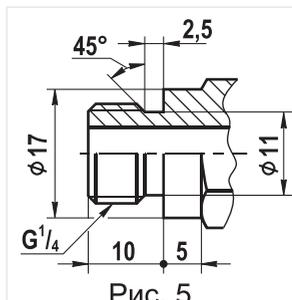

Рис. 5
4.2.10 Для подключения датчиков-реле давления или других устройств или приборов в корпусе клапана предусмотрены отверстия с резьбой G1/4", закрытые заглушками. Рекомендуемая форма конца присоединяемого штуцера, предназначенного для подсоединения датчика-реле давления и вкручиваемого в корпус клапана, приведена на рис. 5. Применяемое для уплотнения соединения - кольцо резиновое 014-017-19 ГОСТ 9833 (dвнутр.=13,6 мм; s=1,9 мм). Для уплотнения резьбы в месте подключения приборов используйте ленту ФУМ или аналогичный уплотняющий материал.